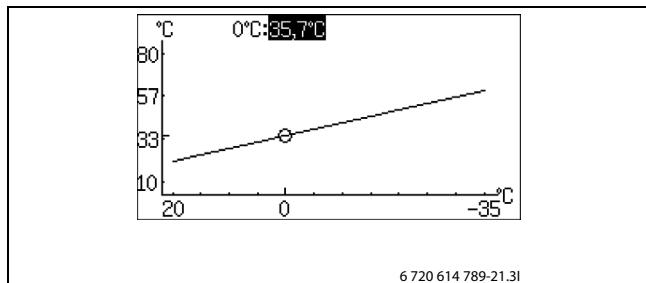

Bild 25
- ▶ Drehknopf bei markiertem Quadrat drehen, bis 0°C markiert ist (→ Bild 25).